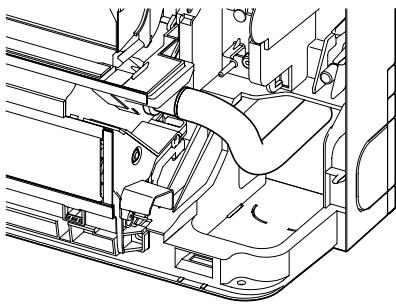

Fig. 5-4
- Вставьте дренажный шланг полностью до основания дренажного поддона. (Fig. 5-4)